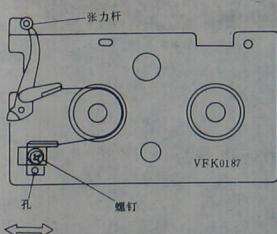

图 1-18 张力杆位置调整
- 3) 参看图1-18 安放张力杆调整板, 将固定张力带端夹的螺钉稍微拧松一些。